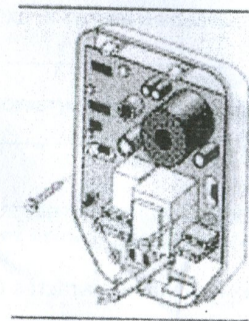

Рисунок 4
3) При использовании скрытой электропроводки завести кабель в сигнализатор через отверстие на дне корпуса (рисунок 4).